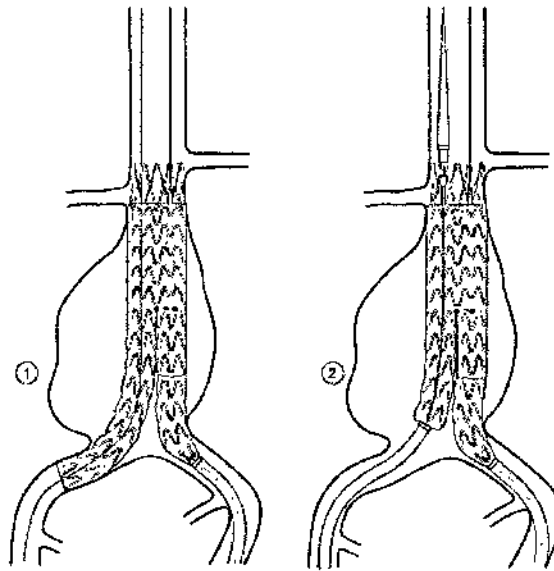

Figura 12. Despliegue de la configuración de rama
5. Asegúrese de que haya un solapamiento de tres stents (Figura 12).